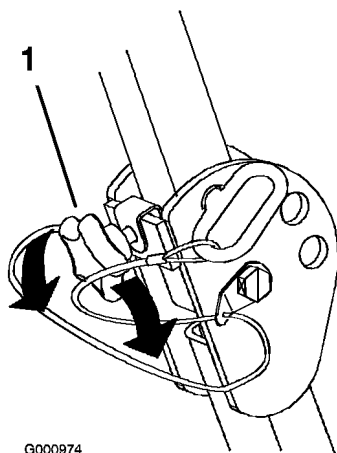

Figura 8
1. Per abbassare il roll bar allentate le maniglie anteriori (Figura 8).
Importante: Serrate le maniglie anteriori contro le estremità del roll bar centrale (Figura 8).